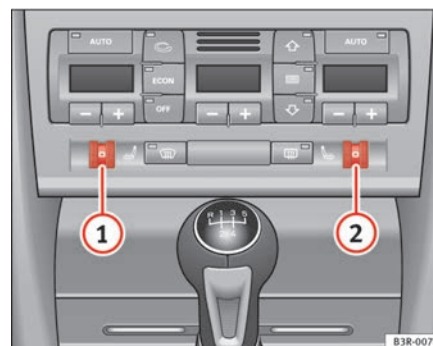

Fig. 144 Dettaglio della plancia portastrumenti: rotelle zigrinate del riscaldamento sedili
Per accendere e regolare il riscaldamento del sedile del conducente o del passeggero girare le rotelle zigrinate ① o ② ⇒ fig. 144.